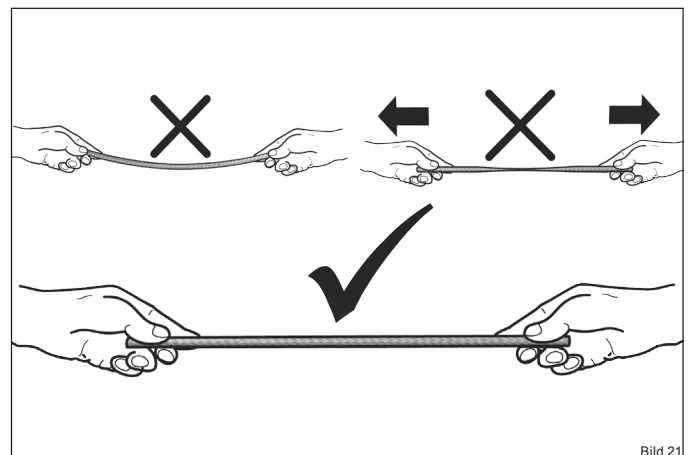

Bild 21
- ▶ Achten Sie beim Verlegen der Dichtung darauf, dass diese nicht durchhängt und leicht gestaucht wird (Bild 21).